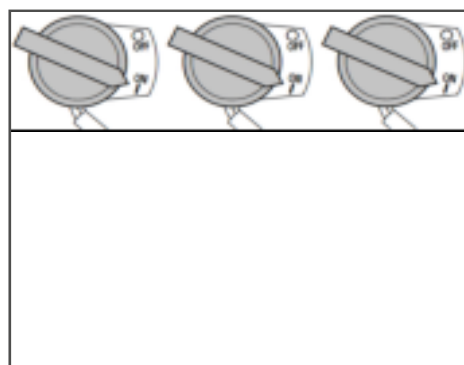

Рис. 17
5. Выключатель зажигания переведите в положение «ON» (Включено) (Рис. 17).
При возникновении аварийной ситуации, для экстренной остановки двигателя переведите выключатель зажигания двигателя в положение «OFF» (Выключено) (Рис. 17).
4. Переведите выключатель зажигания в положение «OFF» (Выключено) (Рис. 17).